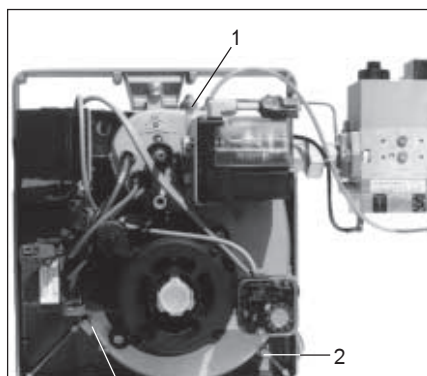

Abb. 25
1. Betriebswahlschalter auf dem LCR-Modul Abb. 25 in Stellung Service bringen.
- 3 Befestigungsschrauben (Abb. 25) mit 5-mm Inbusschlüssel lösen.